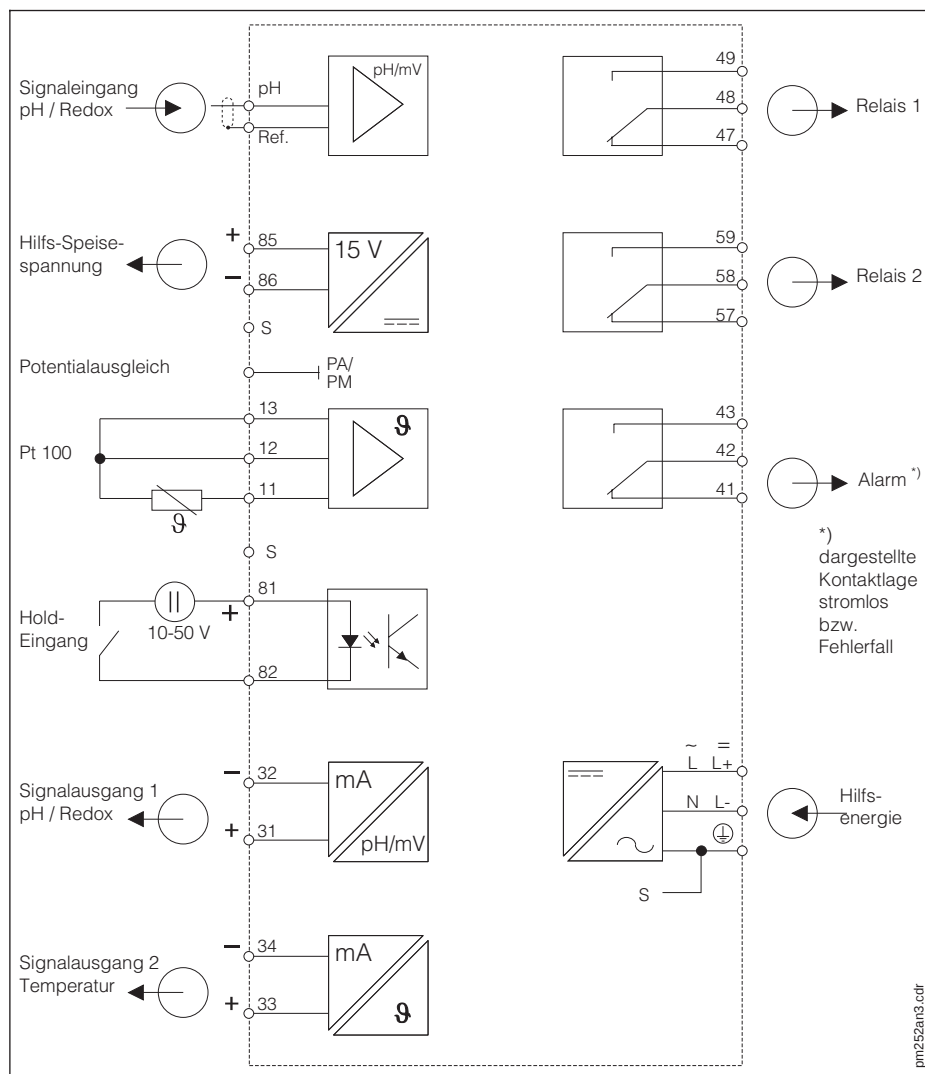

Bild 4.6 Elektrischer Anschluß von Liquisys CPM 252
- Stellen Sie die restlichen Verbindungen her wie im Anschlußplan (Bild 4.6) beschrieben.